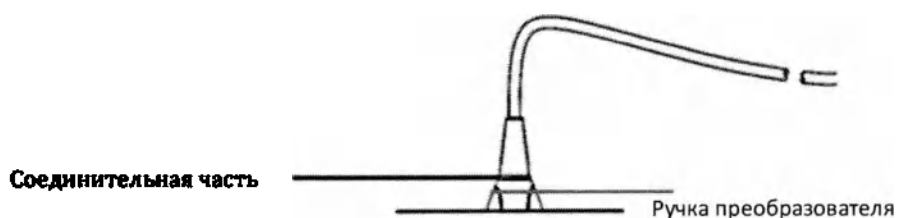

Рисунок 31. Пример погружения в дезинфицирующее средство
3. Погрузите датчик в дезинфицирующий раствор на наименьшее время, рекомендованное его изготовителем (рис. 31).